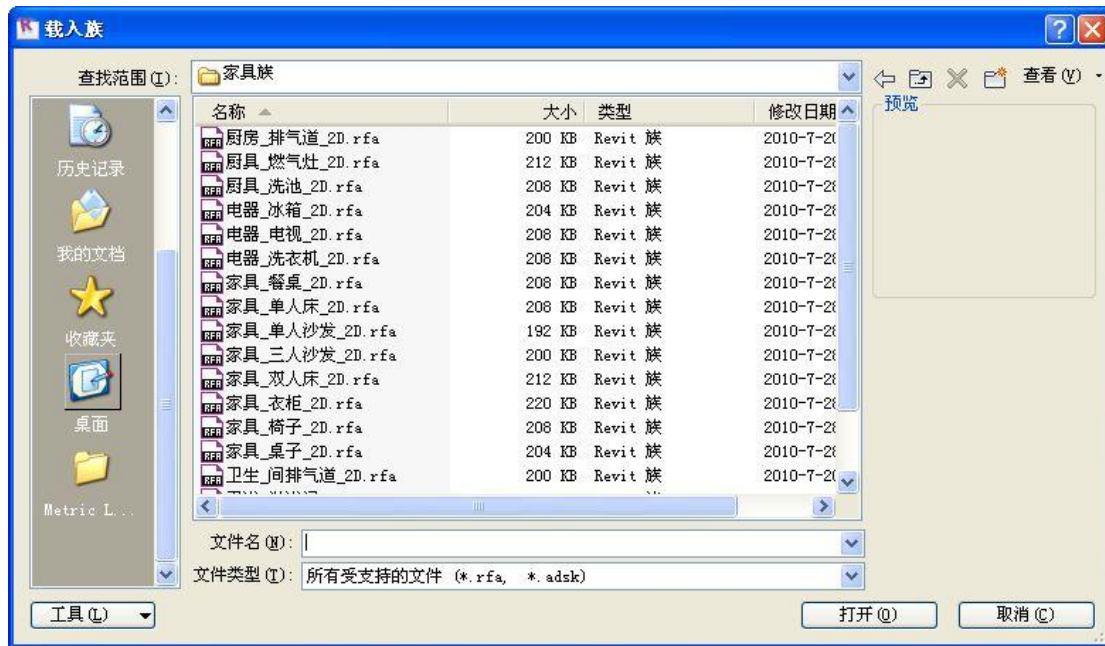

图 2-29
- 2) 点击“插入”选项卡>“从库中载入”面板>“载入族”工具，打开配套光盘中“第2章 方案阶段的户型设计”\“案例所需文件”\“家具族”，选择全部族文件，单击“打开”载入族文件（如图 2-29 所示）。